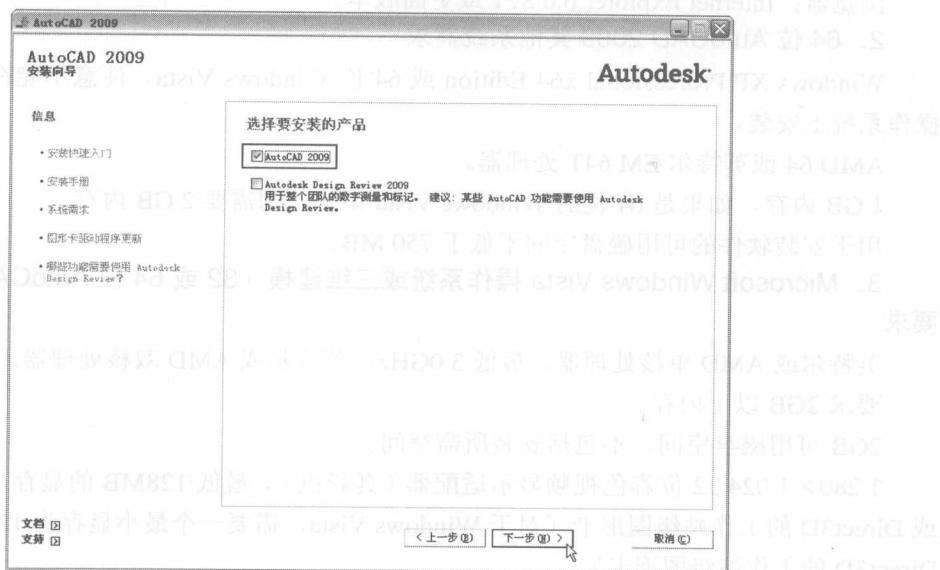

图 1-2
在弹出的 AutoCAD 2009 安装向导对话框中选择要安装的产品，如图 1-2 所示，然后单击“下一步 (N) >”按钮。